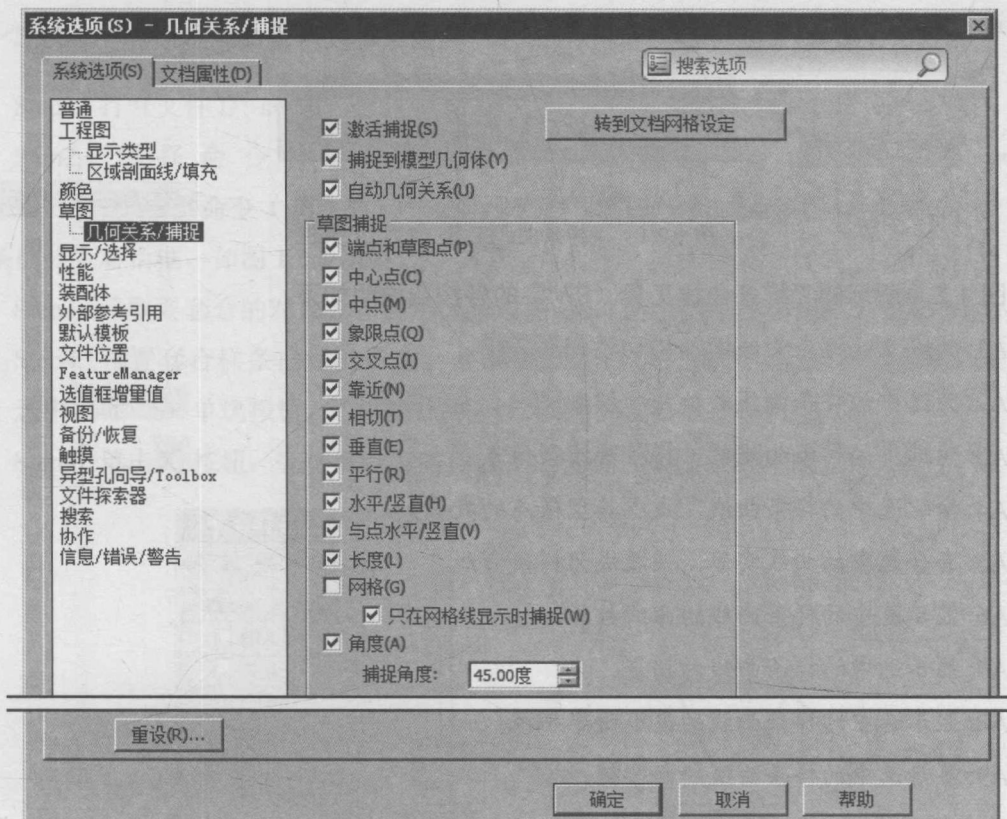

图 1.1.4 “系统选项 (S) - 几何关系/捕捉”对话框
Step2. 在“系统选项(S)-普通”对话框的 **系统选项(S)** 选项卡左侧的列表框中单击 **几何关系/捕捉** 选项，选中图 1.1.4 所示的所有自动捕捉选项，在 **角度(A)** 复选框下的